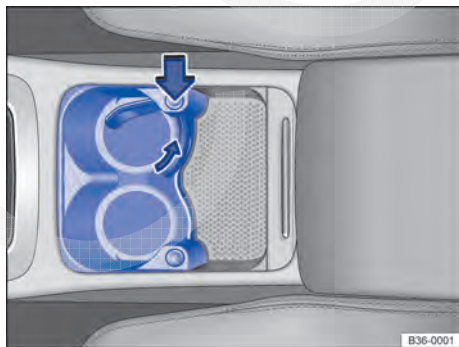

Fig. 146 No console central dianteiro: porta-bebidas (variante 1). Rebater o suporte no porta-copos aberto.
- Pressionar o botão $\Rightarrow$ Fig. 146 (seta grossa) para girar o suporte para fora.
- Girar o suporte de volta ao console $\Rightarrow$ Fig. 146 (seta menor). O suporte precisa se encaixar.